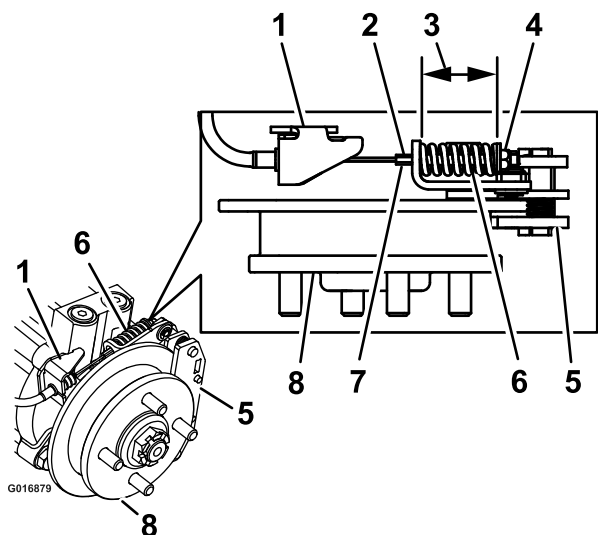

Figura 71
9. Trattenete l'estremità dell'asta filettata con un attrezzo e regolate il dado di bloccaggio in modo che la lunghezza della molla sia compresa tra 3,8 e 4,0 cm (Figura 71). **NON** lasciate che il cavo giri mentre allentate i dadi.